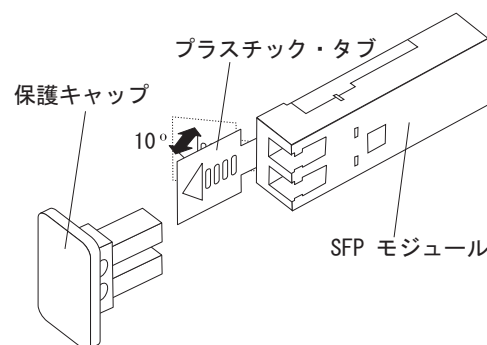

図 28. SFP モジュール・ラッチのアンロック - プラスチック・タブの場合
- ・プラスチック・タブが入っている SFP モジュールの場合は、図 28 に示すように、プラスチック・タブを外側に 10° 引いて SFP モジュールのラッチをアンロックします。